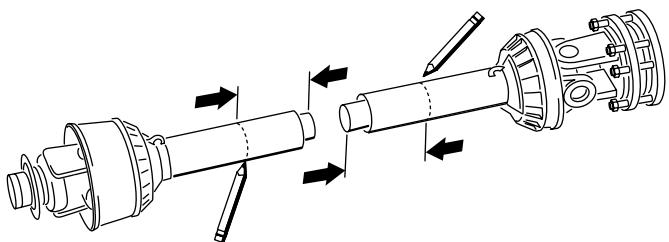
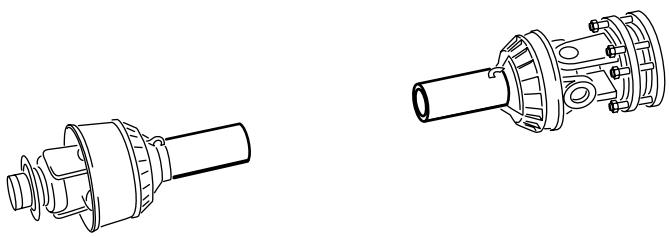

Bild 18
Bild 19
- Verwenden Sie die in Schritt 8 erhaltenen Werte und ermitteln, markieren und schneiden Sie das Schutzblech und das Rohr von jeder Zapfwellenhälfte ab (**Bild 18** und **Bild 19**).